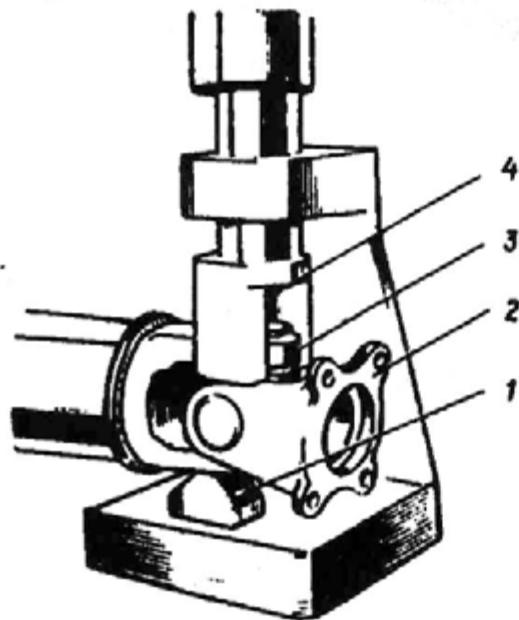

Рис. 129. Выпрессовка корпуса подшипника карданного шарнира с помощью приспособления:
2. Установите карданный шарнир в приспособление (рис. 129) так, чтобы нижняя проушина вилки 3 опиралась на упоры 1 и с помощью пресса, нажимая через скобу 4 и крестовину шарнира, выпрессуйте подшипник из нижней проушины. Затем поверните шарнир на 180°, вставьте его снова в приспособление и таким же способом выпрессуйте второй подшипник той же вилки.